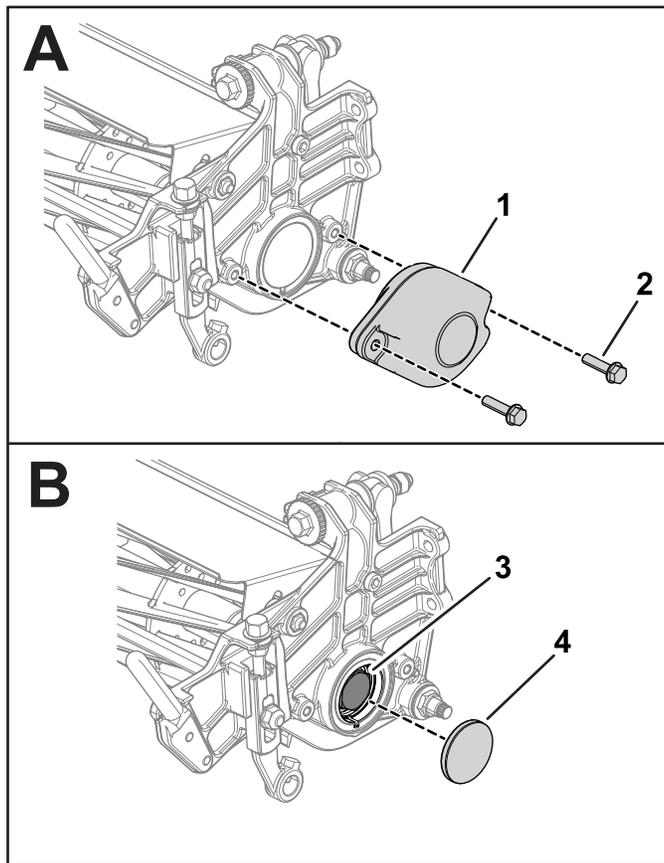

図3
3. 刈高アームから刈高調整ねじとローラ取り付けねじを外す 図3。
4. カウンタウェイトをカッティングユニットのサイドプレートに固定しているボルト5/16 x 2 1/4"2本をナット2個サイドプレートに固着から外す。カウンタウェイトを外す 図3。
6. キャップを外してベアリングナットを露出させる 図3。
7. リールのシャフトからベアリングナットを外す 図3。